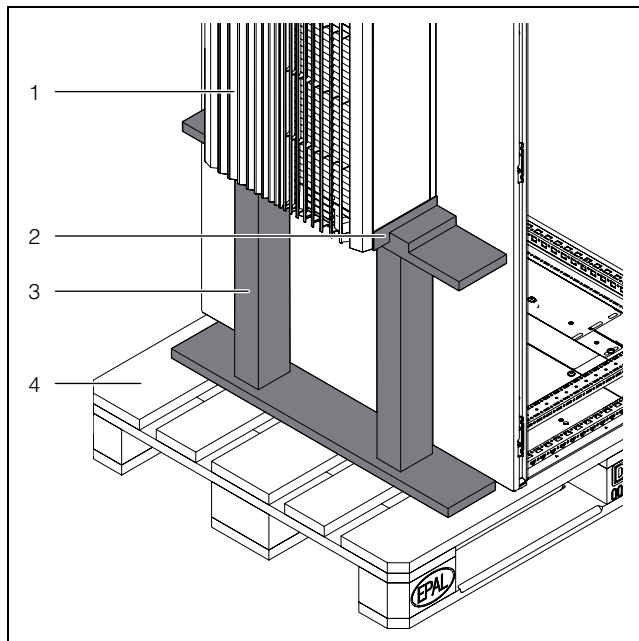
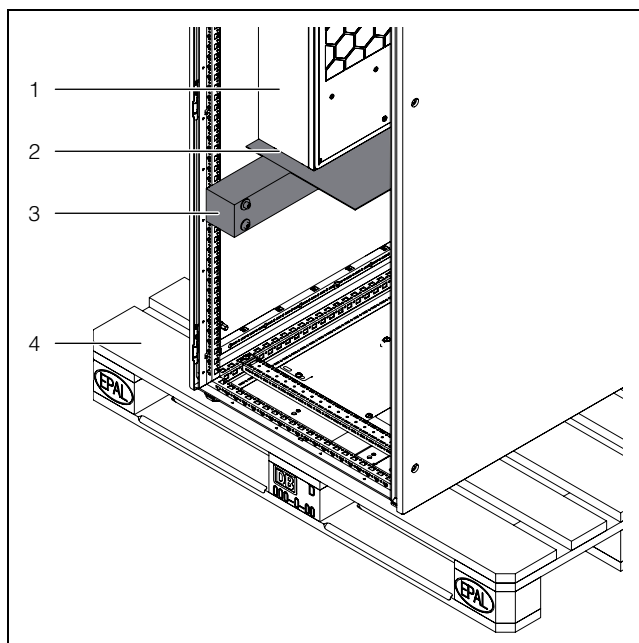

Fig. 5: Material para transportar com segurança um condicionador de ar montado no lado de fora do armário
Fig. 6: Material para transportar com segurança um condicionador de ar montado no lado de dentro do armário
- Para transportar aparelhos montados no armário, utilize material para garantir a segurança (por exemplo: uma estrutura de madeira ou tábuas – fig. 5 e fig. 6). Esse material serve para dar suporte ao condicionador de ar, evitando que o aparelho se desloque no caso de ocorrer uma batida.